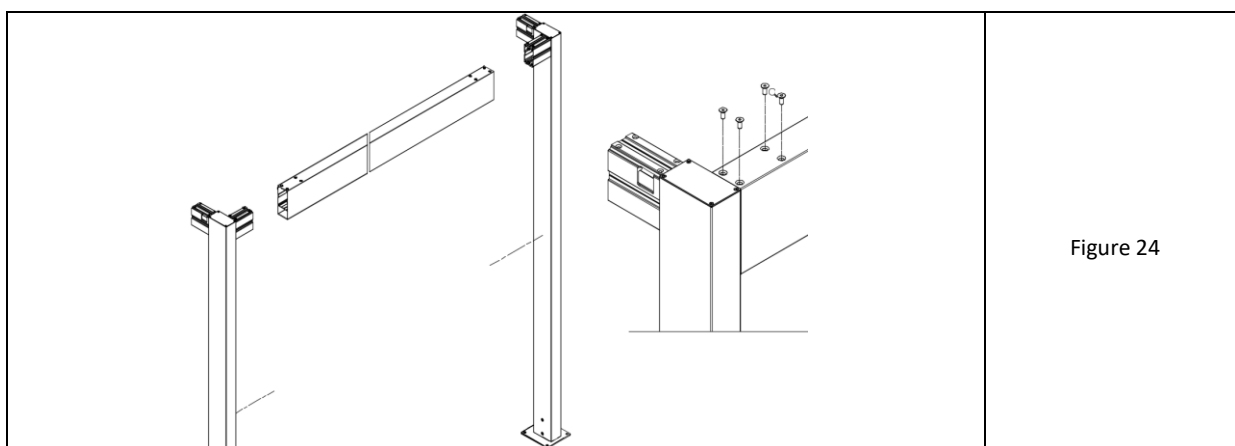

Figure 24
4. Assemblez séparément le cadre transversal en le glissant dans la poutre transversale (celle sans les montants du mur) aux deux extrémités des poteaux précédemment assemblés (fig. 24 à gauche). Veillez à l'alignement correct des drains et des types de pieds.
5. Vissez les angles par le haut avec des vis comme au point 3 (fig. 24-droite).